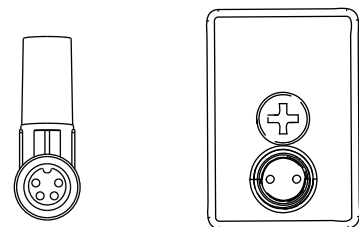

图 72
**注释：** 在将电缆插入电磁阀之前，确保电磁阀电缆上的引脚的朝向如图 72 所示。